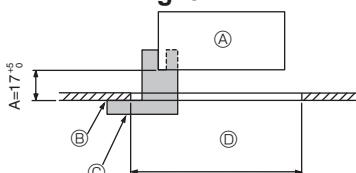

Fig. 9-2
①	Dimensiones de la rejilla	1	950 × 950 (mm)
②	Calibre de instalación	1	(Dividido en 4 partes)
③	Controlador remoto inalámbrico	1	para PLP-6EALM
④	Soporte del controlador remoto	1	Se incluye si la unidad dispone del mando a distancia inalámbrico.
⑤	Pilas LR6 AA	2	Se incluye si la unidad dispone del mando a distancia inalámbrico.
⑥	Tornillos roscados de 3,5 × 16	2	Se incluye si la unidad dispone del mando a distancia inalámbrico.
9.2. Preparación para conectar la rejilla (Fig. 9-2)
- Con el calibre ② que se entrega con este equipo, ajuste y compruebe la posición de la unidad principal en relación con la superficie del techo. Si la unidad principal no está colocada en el techo de forma adecuada, podrían producirse escapes de aire o generarse condensación.